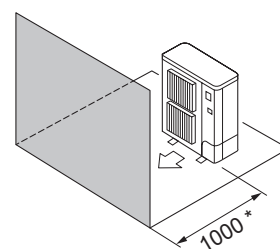

Fig. 2-10
- ④ Obstáculos apenas na parte da frente (Fig. 2-10)